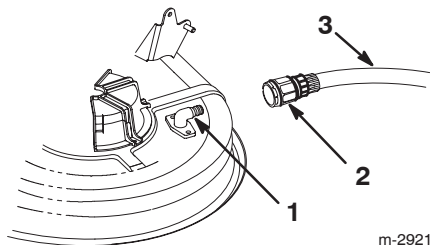

Bild 53
4. Drehen Sie eine Schlauchkupplung (gehört nicht zum Lieferumfang) auf den Mähwerk-Spülanschluss und drehen Sie das Wasser ganz auf (Bild 53).